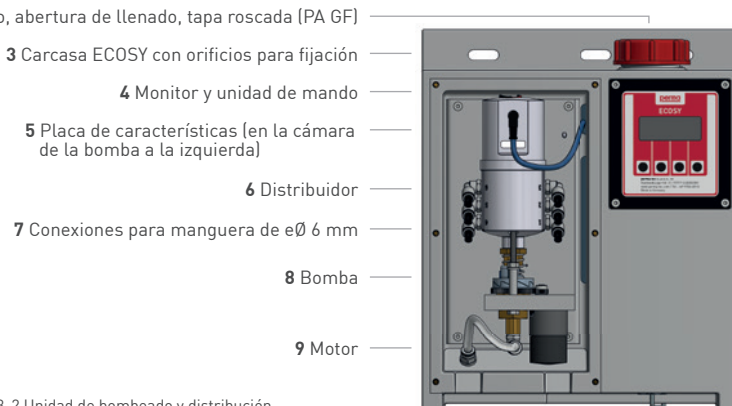

Figura 3-2 Unidad de bombeo y distribución
- Introducir extremos de la manguera en las conexiones de engrase (7, Figura 3-2) y comprobar que han quedado fijados de forma impermeable y segura.